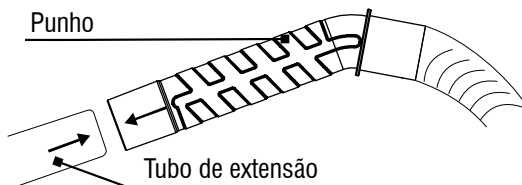

Fig. 5 – Conectando o punho no tubo de extensão
- Conecte a extensão no punho, conforme Fig. 5;